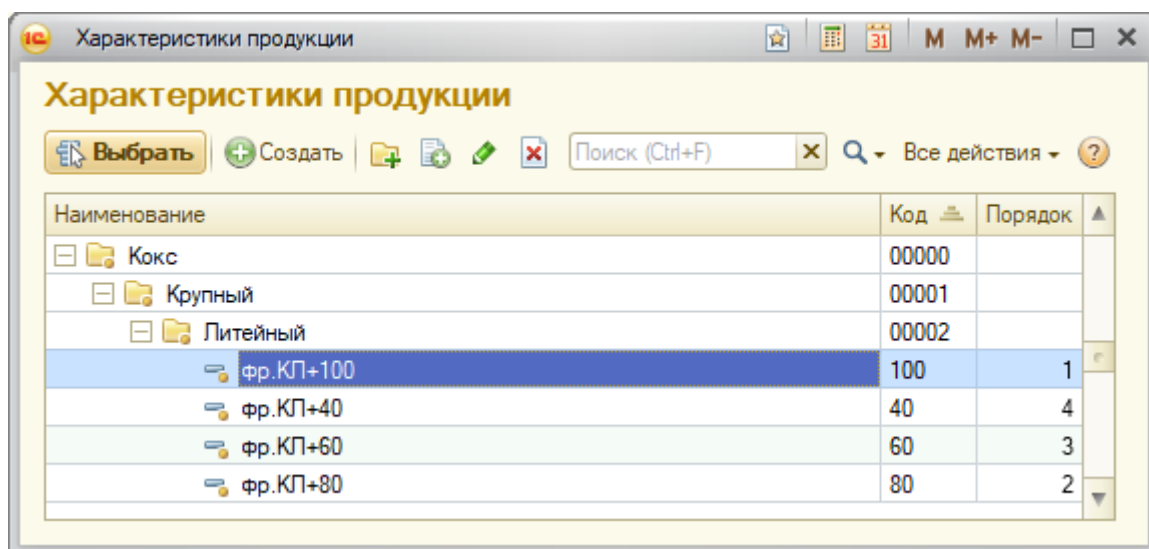

Рисунок 21
3.2.10 выбрать нужную фракцию (рисунок 21);